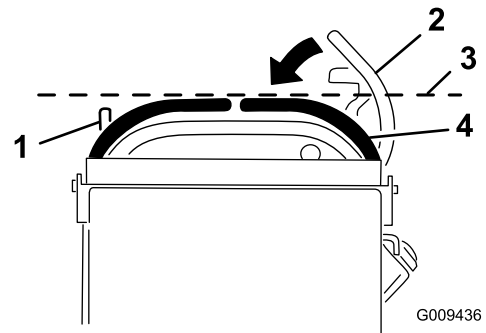

Figure 82
3. Abaissez les leviers de commande de déplacement pour quitter la position de VERROUILLAGE AU POINT MORT (Figure 82).
4. Vérifiez que le levier de commande de déplacement droit s'aligne horizontalement sur le levier de commande de déplacement gauche (Figure 82).